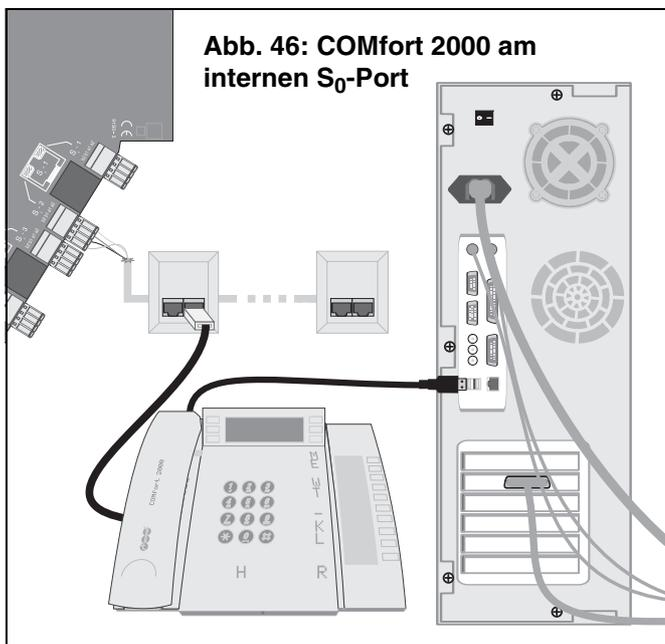

Abb. 46: COMfort 2000 am internen S₀-Port
- ② Verbindung zwischen PC und internem S₀-Port der Tk-Anlage über ein vorhandenes Auerswald-Systemtelefon COMfort 1200 oder COMfort 2000 (Abb. 46). Dies erfordert eine USB-Schnittstelle am PC (siehe auch Seite 34).